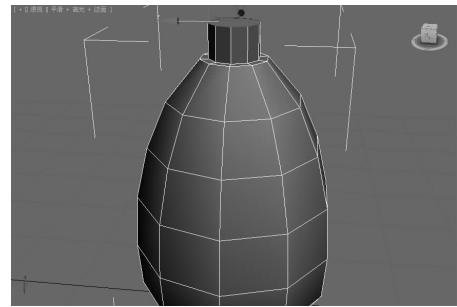

图 5-85 挤出插入后的多边形▲
(4) 在“编辑多边形”卷展栏中单击“挤出”按钮右边的□按钮，弹出“挤出多边形”对话框，设置“挤出高度”为 3.5，单击“确定”按钮，得到如图 5-85 所示的效果。